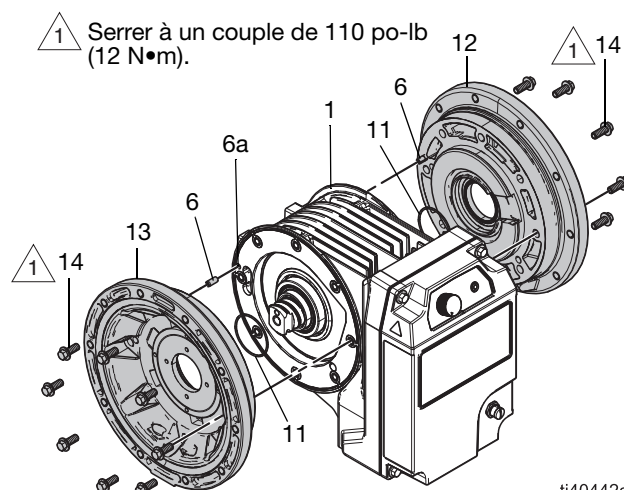

FIG. 18 : Section centrale, côté charge
4. Installer le joint d'étanchéité (47) sur le moyeu (8).
5. Monter l'autre joint d'étanchéité (11) sur le moyeu (8).
6. Installer l'écrou de précharge et le moyeu (9, 8) sur le capuchon côté charge (13) :
- a. appliquer du lubrifiant antigrippant sur les filetages du moyeu (8).
- b. Visser le moyeu de précharge (8) sur le capuchon du stator côté charge (13). S'assurer que les lèvres du moyeu de précharge (8) sont orientées vers le centre du rotor (7).
- c. Faire tourner le moyeu (8) jusqu'à ce que le joint (47) touche l'alésage du capuchon (13).
- d. Installer le capuchon du stator côté charge (13) sur le boîtier du stator (1). Installer d'abord le joint d'étanchéité (11) dans le capuchon du stator (13). Voir la FIG. 18.
- e. aligner la broche (6) du chapeau de stator (13) sur le trou de la broche (6a) sur le boîtier du stator (1) et insérer doucement le capuchon du stator (13). S'assurer que le capuchon du stator est correctement mis en place. Voir la FIG. 18.
- f. Installer les fixations (14) dans le capuchon du stator (13). Serrer à un couple de 110 po-lb (12 N•m). Voir les **Instructions relatives aux couples de serrage**, page 15.
- g. Insérer l'outil d'installation du moyeu de précharge dans le moyeu de précharge (8).
- h. Utiliser une clé appropriée sur l'outil d'installation du moyeu de précharge pour serrer le moyeu de précharge (8) à 20 pi-lb (27 N•m).